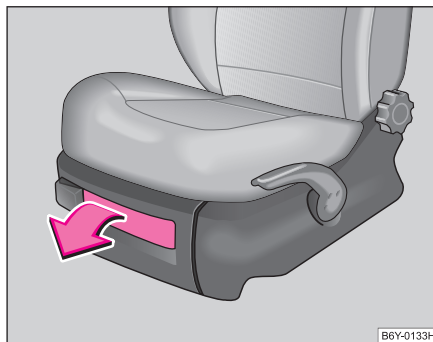

Fig. 79 Scaun față:
- Pentru deschiderea capacului, apăsați pe încuietoare și trageți capacul ⇒ fig. 79.